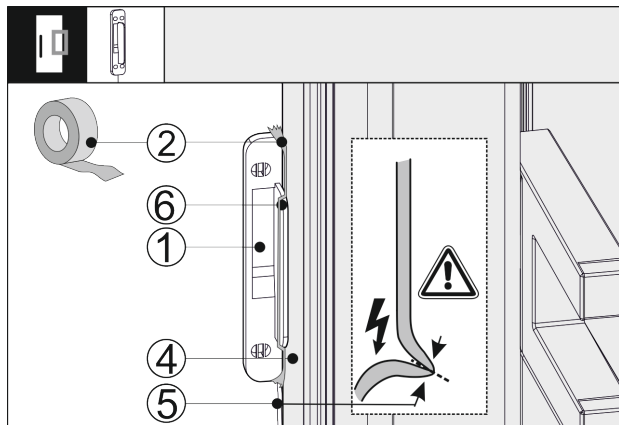

Fig. 43
- Vendosni sensorin e trokitjes Fig. 43 (1) anash në derën e pajisjes Fig. 43 (4), në mënyrë të tillë që ndaluesi Fig. 43 (6) të mbështetet në derën e pajisjes Fig. 43 (4). Kablloja e sensorit Fig. 43 (5) është paksa e tendosur dhe mbështetet gjithashtu në derën e pajisjes Fig. 43 (4).
- Fiksoni sensorin e trokitjes Fig. 43 (1) me shiritin ngjites Fig. 43 (2). Sensori i trokitjes mbërthehet më pas me vida me kanatin e mobilies.